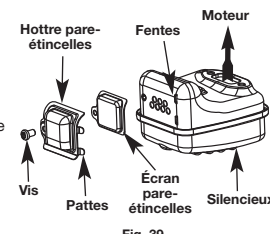

Fig. 39
2. Situez le pot d'échappement sans le retirer. Trouvez le vis sur la partie inférieure du pot d'échappement (Fig. 39). Retirez le vis en vous servant soit d'un tournevis torx #20 ou d'un tournevis plat.